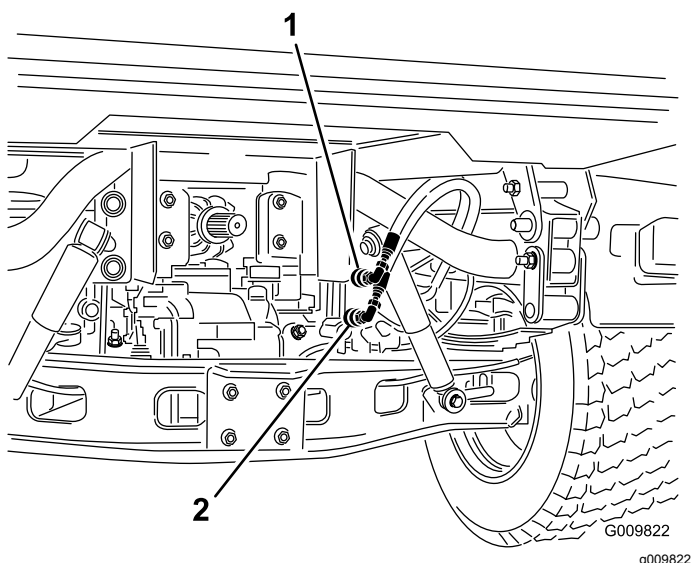

Figura 69
- Desligue, em ambas as máquinas, as 2 mangueiras de acoplamento rápido das mangueiras ligadas ao suporte do acoplamento (Figura 69).